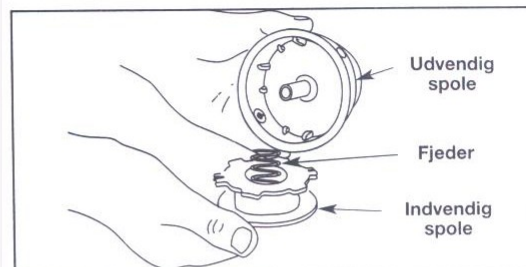

Fig. 11
2. Den indvendige spole tages af den udvendige (Fig. 11).
3. Fjederen tages af den indvendige spole (Fig. 11).
2. Den gamle inderspøle tages af yderspølen (Fig. 11).
3. Fjederen tages af den gamle inderspøle (Fig. 11).